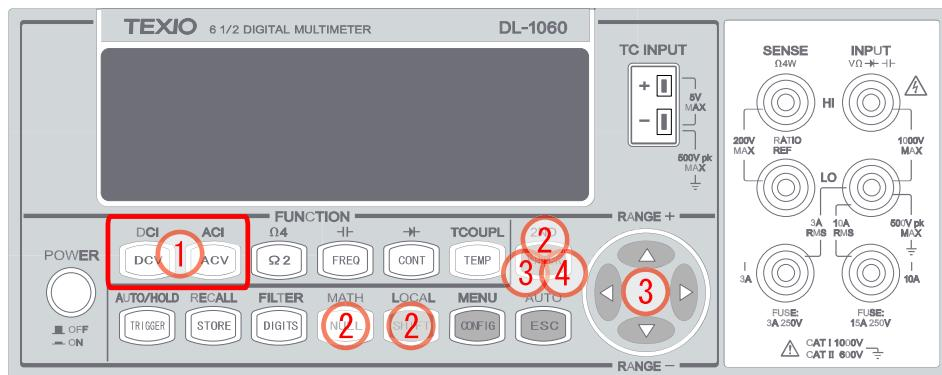

図 3-27
- ① DCV 又は ACV ボタンを押し、測定機能を選択します。
- ② <・>、ENTER ボタン等を使い、MATH(SHIFT+NULL) > dB > dB REL の順で移動します。
- ③ <・>ボタンで桁を移動し、△・▽ボタンを使い希望の数値に設定します。ENTER ボタンを押して値を決定します。
- ④ ENTER ボタンを押して “RUN” で測定を開始します。
- 使用するボタンを図 3-27 にて示します。